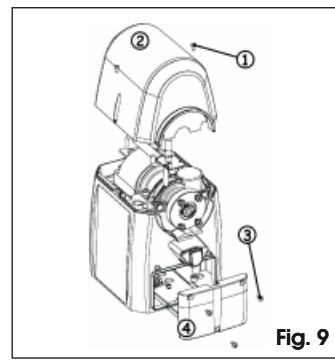

Fig. 9
1. Svitare le due viti di fissaggio del carter superiore, Fig. 9 rif. ①, e rimuovere il carter, Fig. 9 rif. ②.
2. Svitare le tre viti, Fig. 9 rif. ③, di chiusura del coperchio scheda, Fig. 9 rif. ④.